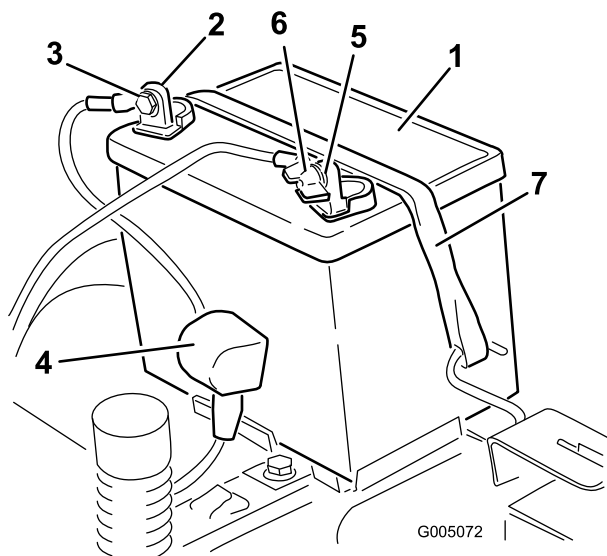

Figure 47
4. Débranchez le câble négatif (noir) de mise à la masse de la borne de la batterie (Figure 47).
6. Débranchez le câble positif (rouge) de la borne de la batterie (Figure 47).
7. Déposez la barrette de maintien de la batterie (Figure 47) et soulevez la batterie de son support.
1. Placez la batterie sur son support (Figure 47).
5. Fixez la batterie en place à l'aide de la sangle de maintien (Figure 47).